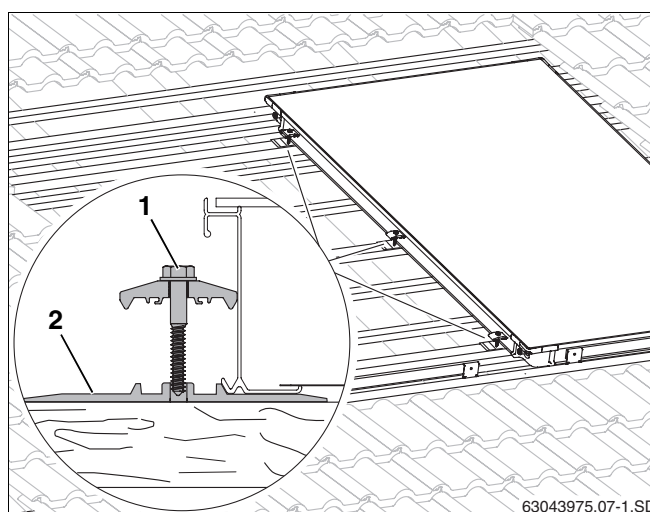

Fig. 24 Grampos de fixação bilaterais no primeiro colector
- ▶ Levantar ligeiramente o colector e empurrar a placa de calço (fig. 24, **item 2**) com o grampo de fixação bilateral nas 2ª e 3ª ripas adicionais, bem como no centro do colector sobre uma ripa existente, para baixo do colector, até que a elevação bata contra o bordo do colector em baixo.
- ▶ Para o parafuso (fig. 24, **item 1**) é necessário efectuar um furo prévio com uma broca de 4 mm. Para marcar, utilizar entalhes na placa de calço.